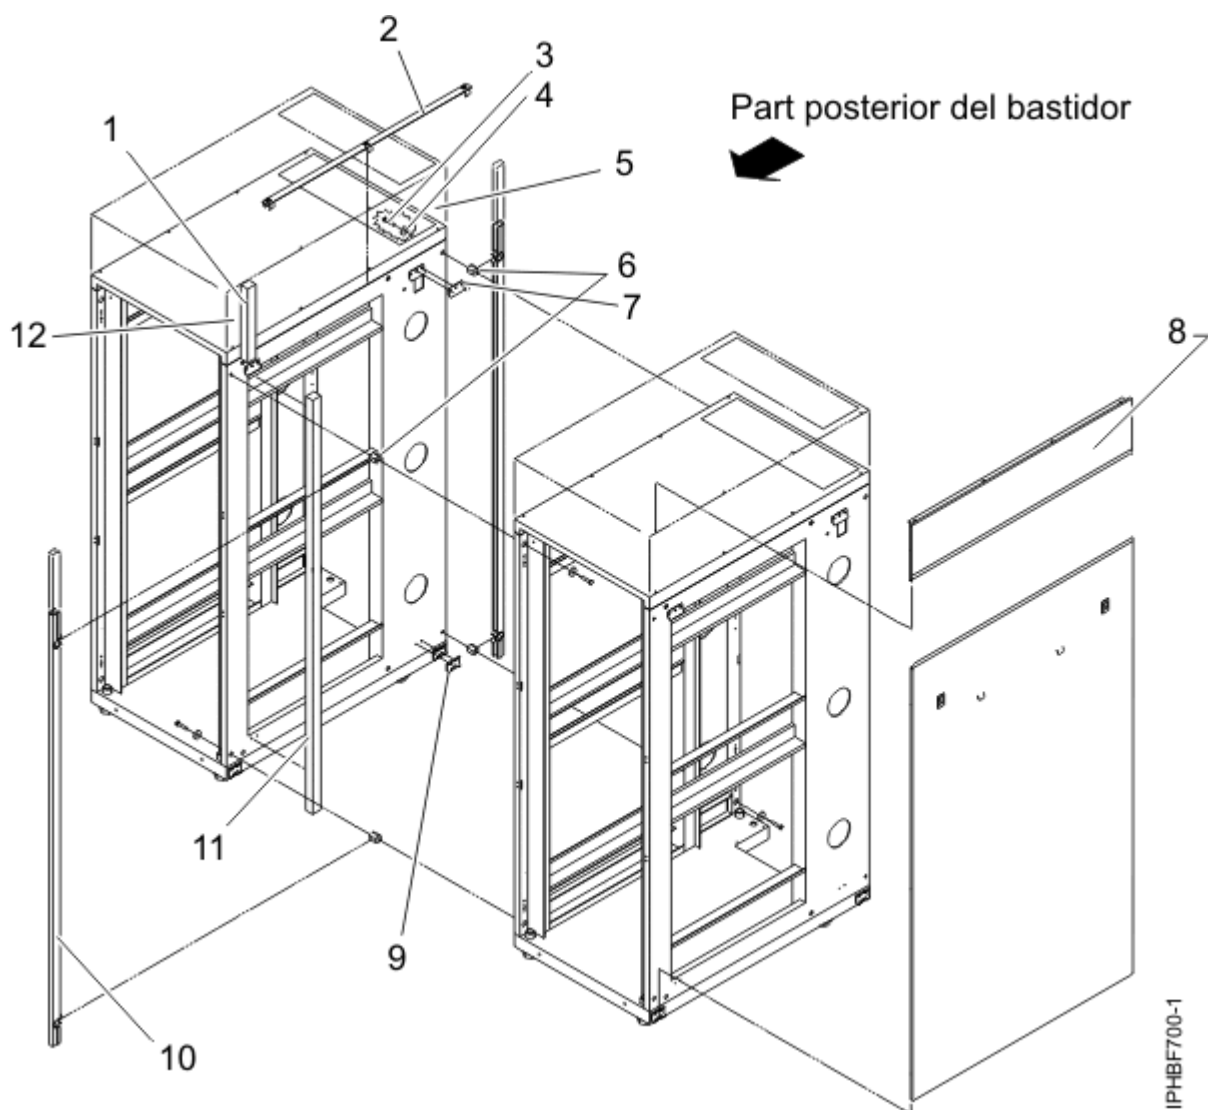

Figura 18. Treure els panells laterals, les peces de subjecció Z i J i instal·lar els empalmaments i la tira d'escuma llarga per connectar diversos bastidors
4. Instal·leu els dos primers empalmaments als cantons superior esquerre i inferior dret del primer bastidor, com es mostra a la Figura 18 a la pàgina 25.
5. Instal·leu els dos segons empalmaments als cantons superior esquerre i inferior dret del segon bastidor, com es mostra a la Figura 18 a la pàgina 25.
6. Enganxeu la tira d'escuma llarga com es mostra a la Figura 18 a la pàgina 25. Per a un bastidor model T42, uniu la tira d'escuma curta amb el final de la tira d'escuma llarga i enganxeu-la al llarg del xassís del bastidor.